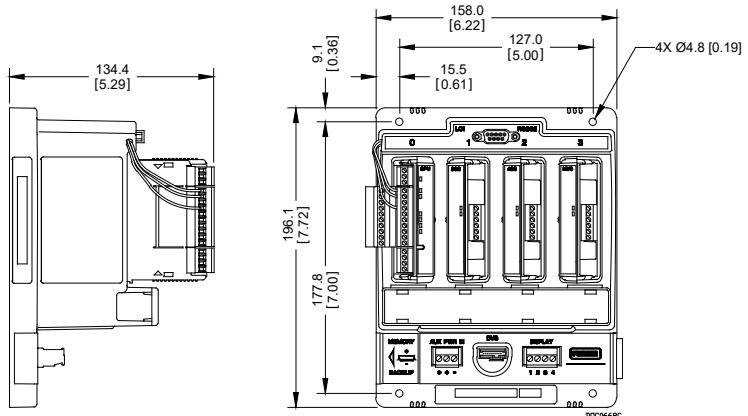

图2. FB107 尺寸
- **主机组。** 将其放置在机柜装配板上的合适位置, 使用 FB107 作为模板定位板上的安装孔。FB107 尺寸信息请参见图2。使用 8-32 UNC 螺丝锥在板上安装孔的位置进行钻孔攻丝。将 FB107 放置在钻攻好的位置上, 然后使用随附的四个 8-32 UNC x 1.00 英寸长螺丝将其固定到装配板上。以大约 1.1 至 1.4 牛米的转矩拧紧螺丝。